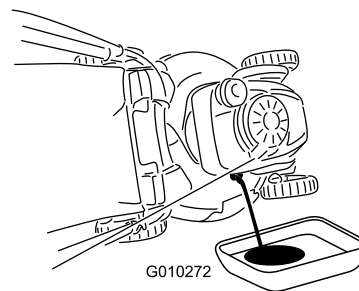

Figura 24
3. Girate il tappo in senso antiorario ed estraete l'asta di livello (Figura 24).
4. Inclinate la macchina sul fianco (di modo che il filtro dell'aria si trovi in alto) per scaricare l'olio usato attraverso il tubo di riempimento (Figura 24).